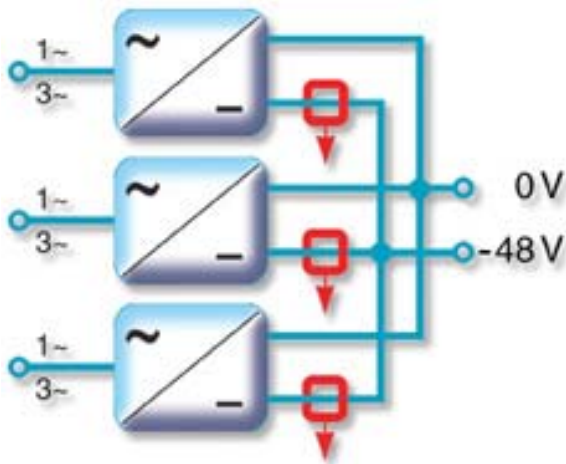

Fig. 11: Mesure de courant dans les alimentations à découpage connectées en parallèle.
1. Soit, grâce à plusieurs **Alimentations à découpage** en parallèle et dans ce cas, les courants à mesurer sont de "faibles" courants de 30 ... 60 A. La mesure de courant permet le contrôle et la répartition énergétique entre les différentes alimentations à découpage. (Fig. 11, alimentation mono (1~) ou tri (3~)phasée)